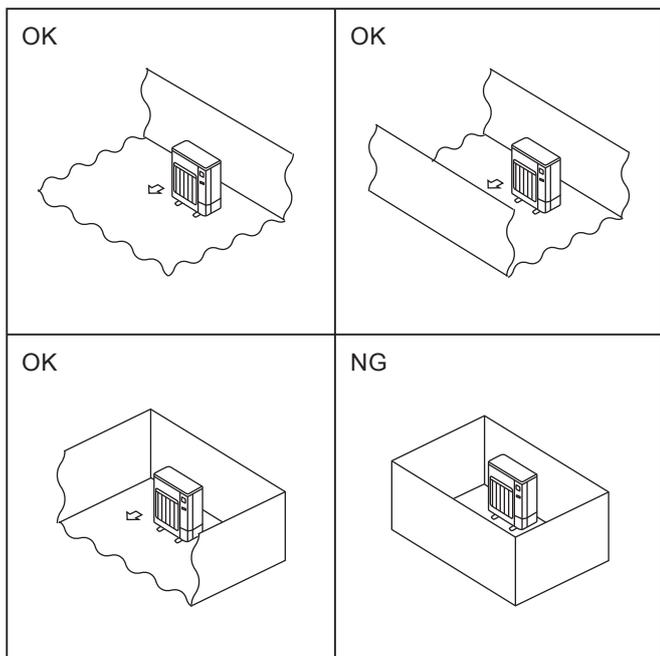

Fig. 2-2
- ⊙ Installera utomhusenheter på en tillräckligt stor plats där minst en av de fyra sidorna är öppen och det inte finns några nedsänkningar. (Fig. 2-2)